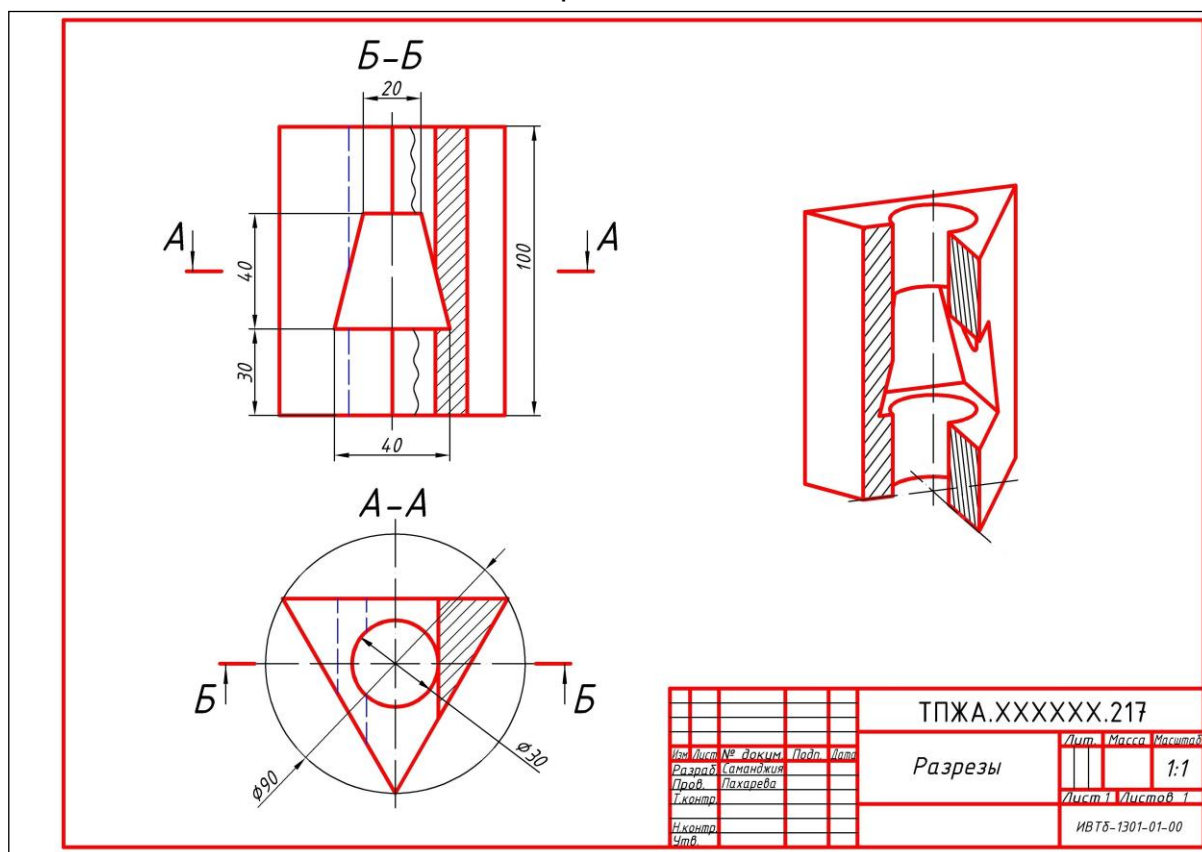

Рис.12
**ЗАДАНИЕ:** оформить и подготовить к печати комплексный чертёж «Разрезы», созданный по индивидуальному варианту, согласно требованиям ГОСТ (рис. 12).